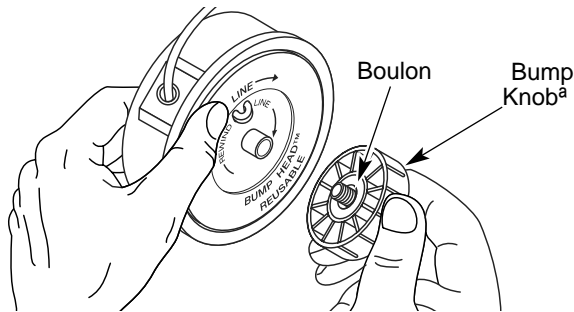

Fig. 15
1. Tenez la bobine extérieure d'une main et dévissez le bouton de butée vers la gauche (Fig. 15). Inspectez le boulon à l'intérieur du bouton de butée pour vous assurer qu'il se déplace librement. Remplacez le bouton de butée s'il est endommagé.
1. Tenez la bobine extérieure d'une main et dévissez le bouton de butée vers la gauche (Fig. 15). Inspectez le boulon à l'intérieur du bouton de butée pour vous assurer qu'il se place librement. Remplacez le bouton de butée s'il est endommagé.